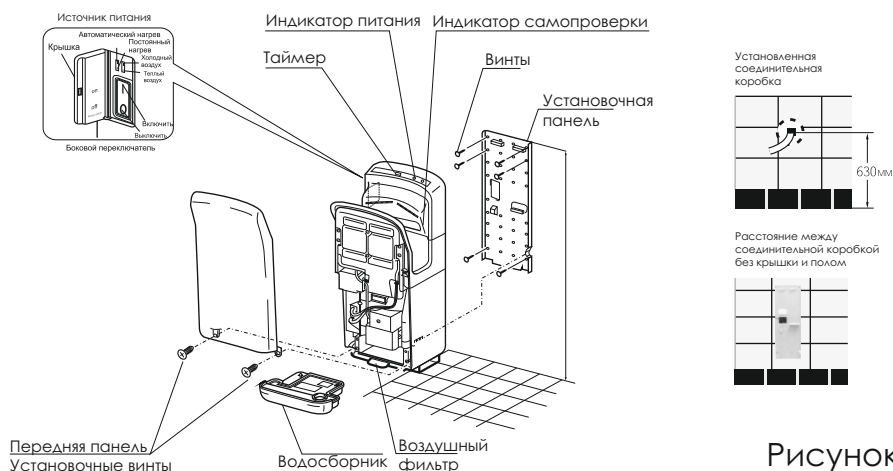

Рисунок 3
1. Снять крышку соединительной коробки, для этого нужно вывернуть винт из крышки соединительной коробки и потянуть крышку на себя (Рисунок 3.)